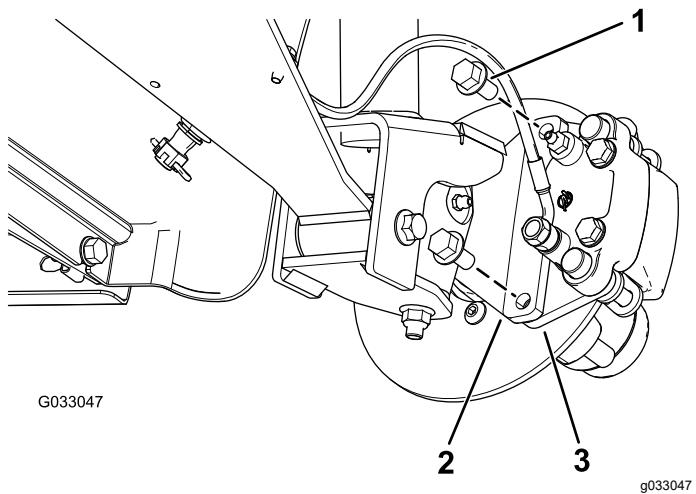
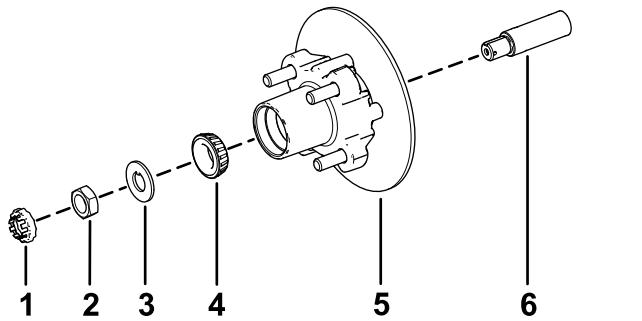

Рисунок 29
Рисунок 33
| 3. Выверните болты с фланцевыми головками ($\frac{3}{8} \times \frac{3}{4}$ дюйма), которые крепят кронштейн тормоза в сборе к оси, и отделите тормоз от оси (Рисунок 29). | |
- Нанесите тонкий слой консистентной смазки указанного типа на ось (Рисунок 33).
- Установите ступицу и тормозной диск на ось так, чтобы тормозной диск был внутри (Рисунок 33).
- Установите наружный подшипник на ось и в наружное кольцо (Рисунок 33).
- Установите стопорную шайбу на ось (Рисунок 33).
- Наверните гайку шпинделя на шпиндель и затяните гайку с моментом 15 Н·м, поворачивая ступицу так, чтобы подшипник был посажен на место (Рисунок 33).
- Совместите тормозные колодки с обеих сторон тормозного диска (Рисунок 29) с отверстиями в кронштейне суппорта и отверстиями в креплении тормоза на цапфе (Рисунок 33).
- Закрепите кронштейн суппорта на цапфе (Рисунок 29) с помощью 2 болтов с фланцевыми головками ($\frac{3}{8} \times \frac{3}{4}$ дюйма).